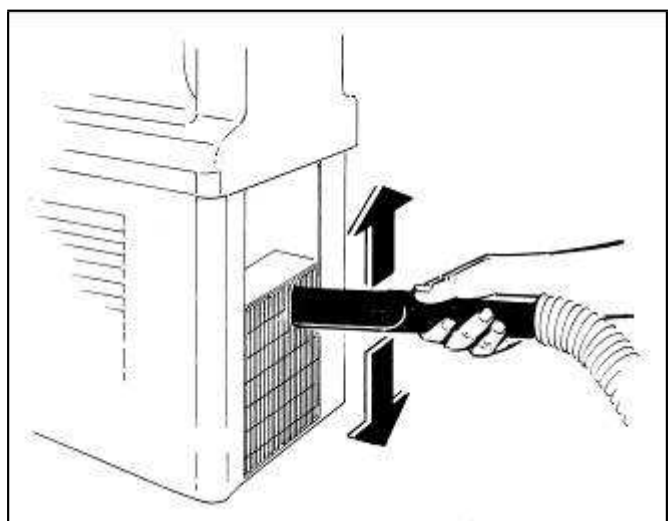

Abb. 43
- Entfernen Sie den Staub zwischen den Kondensatorrippen mit einem Staubsauger (Abb. 43).